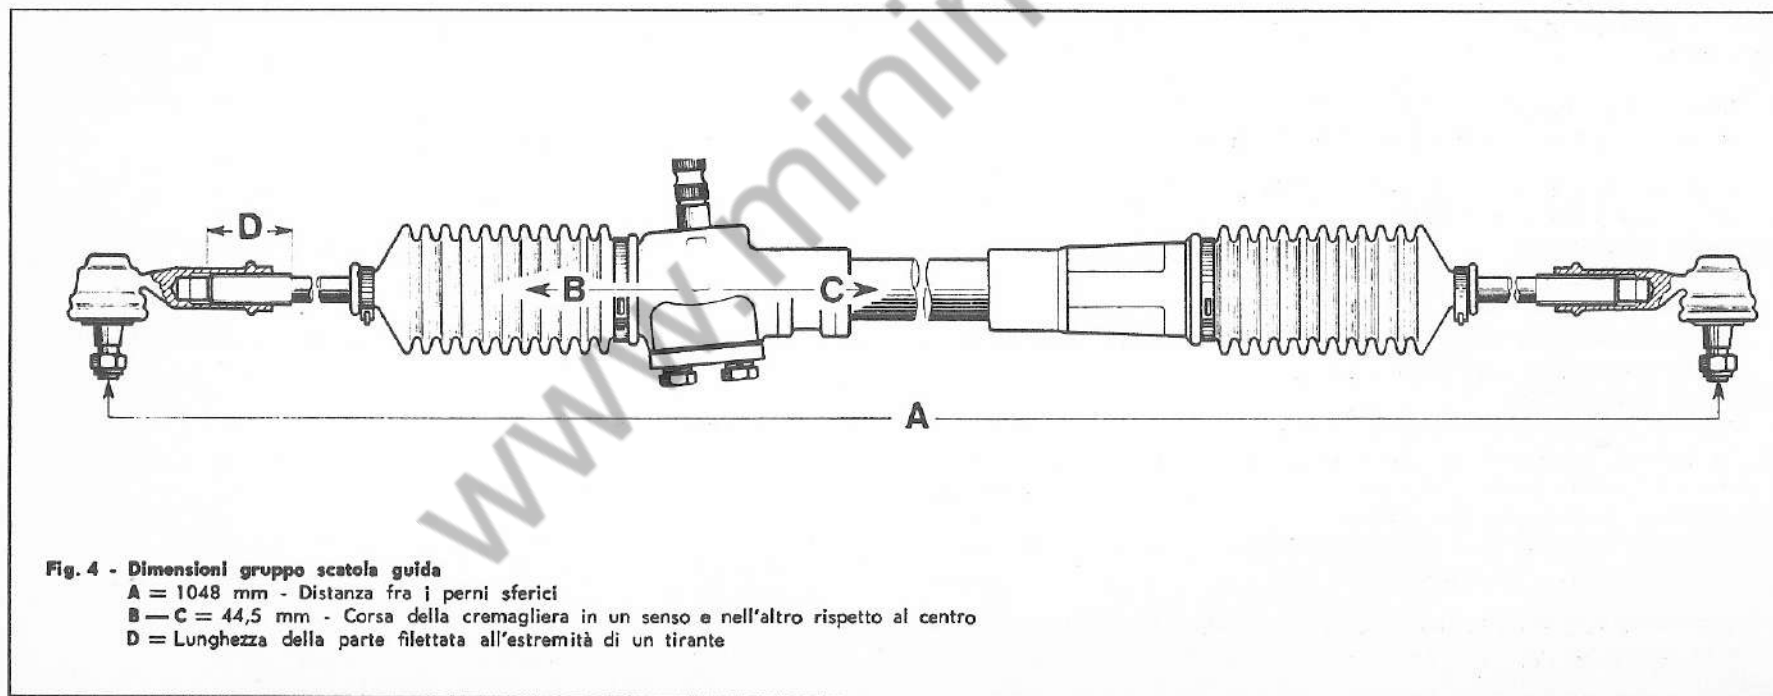

Fig. 4 - Dimensioni gruppo scatola guida
- svitare di un egual numero di giri ambedue gli snodi sferici sino a che la loro distanza **A** (vedere fig. 4) sia di **1048 mm**.